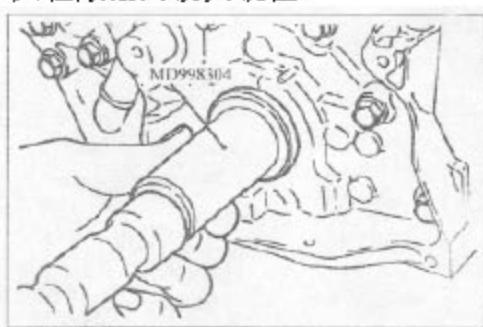

图 3-38
b). 如图 3-38 将发动机油涂在密封唇上, 然后用手将油封沿导套推入直至它碰到前油封壳。用专用工具轻敲油封使其就位。